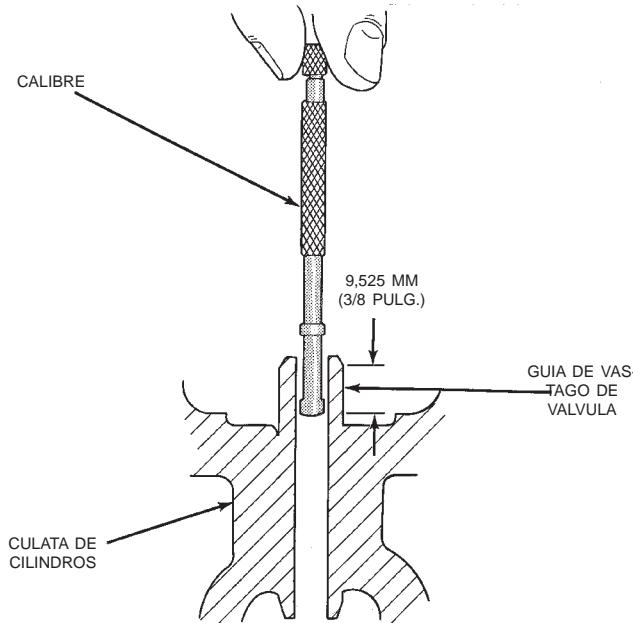

Fig. 63 Medición del diámetro del hueco de la guía de válvula
- (1) Retire la válvula de la culata.
- (2) Limpie el hueco de la guía de válvula con solvente y un cepillo de alambre.
- (3) Inserte un calibre telescópico en la guía del vástago de la válvula, a aproximadamente 9,525 mm (0,375 pulg.) del lado del muelle de válvula de la culata (Fig. 63).